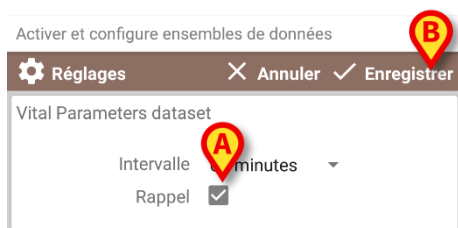

Fig 74
- Sélectionner la case "Rappel" pour obtenir des rappels automatiques lorsque les acquisitions des ensembles de données arrivent à échéance (Fig 74 **A**).
- taper sur l'option **Enregistrer** pour enregistrer les modifications apportées (Fig 74 B).